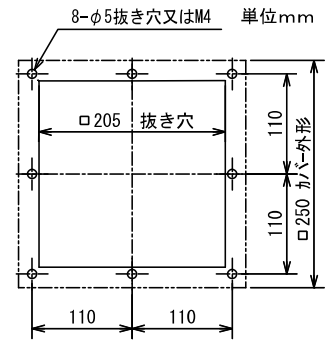

図3. 取付寸法図
①キャビネットの外側面に取付寸法図に従って抜き穴加工してください。(図3)